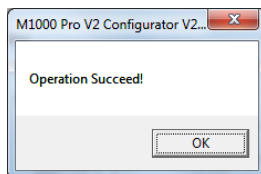

Рисунок 13 – Уведомление об успешном соединении с терминалом
3.5.13.4 В появившемся окне выбрать номер COM-порта и нажать кнопку подключения . После подключения программа автоматически считывает настройки терминала и в случае успешного соединения, выведет сообщение об успешном окончании операции соединения (рисунок 13).